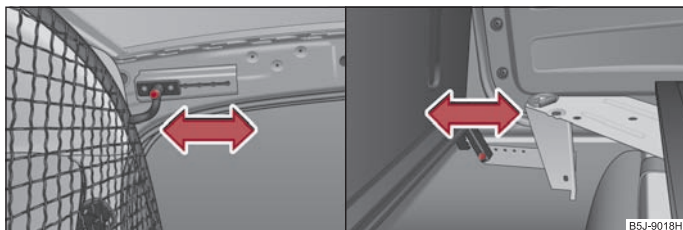

Fig. 176 Locașul superior / Locașul inferior al peretelui despărțitor de siguranță
- Deșurubați șurubul de pe fiecare parte a părții de sus a caroseriei ⇒ fig. 176 și șurubul din partea de jos ⇒ fig. 176.